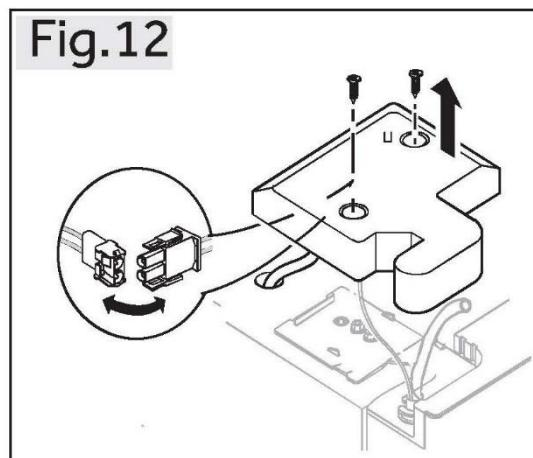

Fig.12
- Dévissez la vis du couvercle de la charnière et retirez le couvercle (Fig. 12). Lorsque vous retirez la porte du congélateur, débranchez tous les fils, à l'exception du fil de mise à la terre.